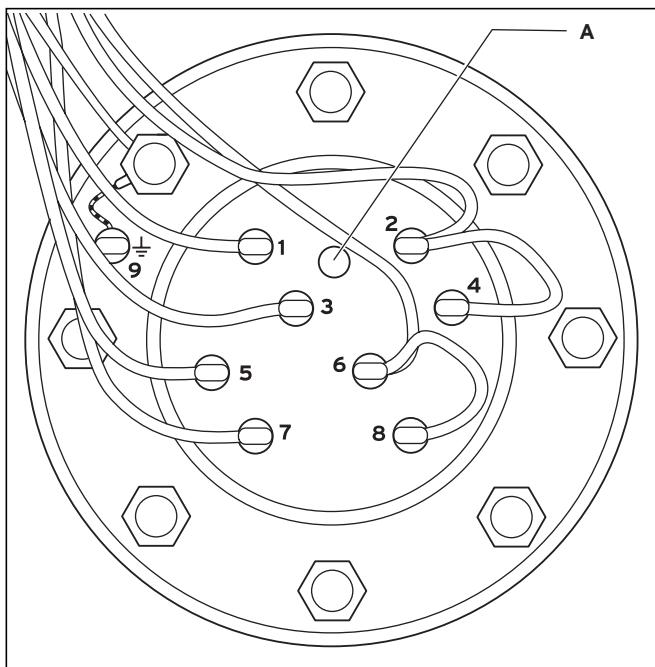

Abb. 8.8 Schaltraum am Heizflansch
- Beachten Sie bei der Verdrahtung die Lage der Leitungen und gleichen Sie sie mit der Abb. 8.8 ab.